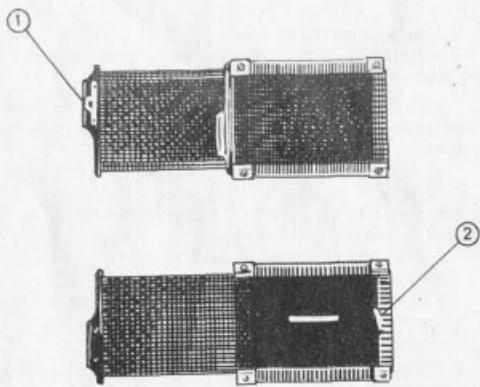

Рис. 5.
Конструкция фотокассет (рис.5) позволяет производить зарядку их одновременно с двух сторон.
5.8. Зарядить фотокассету(рис.5), для этого необходимо: